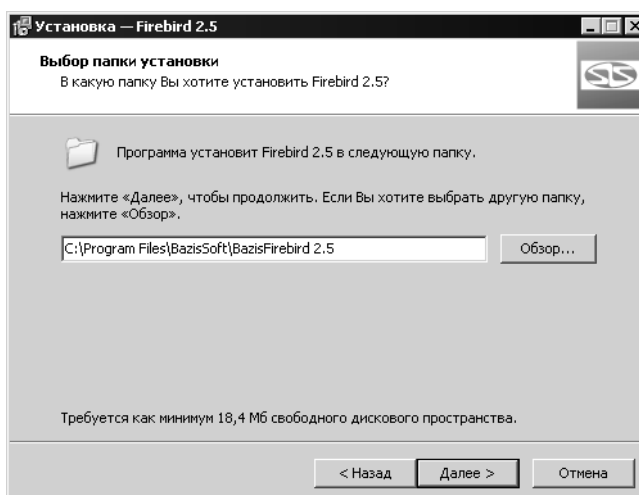

Рис. 1.12.
2. Укажите папку установки СУБД (рис. 1.12).